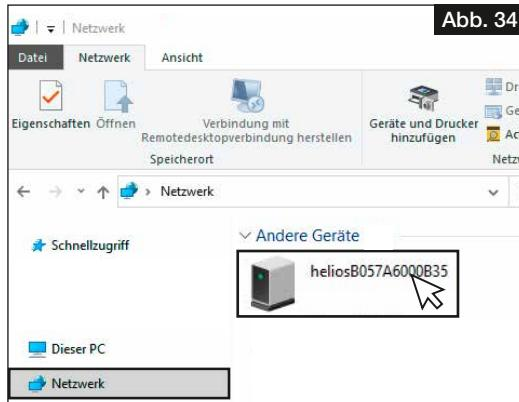

Abb. 34
2. Arbeitsplatz öffnen und auf Netzwerk klicken, vgl. Abb. 34.
① **Die Netzwerkerkennung muss eingeschaltet sein!**
3. Doppelklick auf das entsprechende Gerät, vgl. Abb. 34.